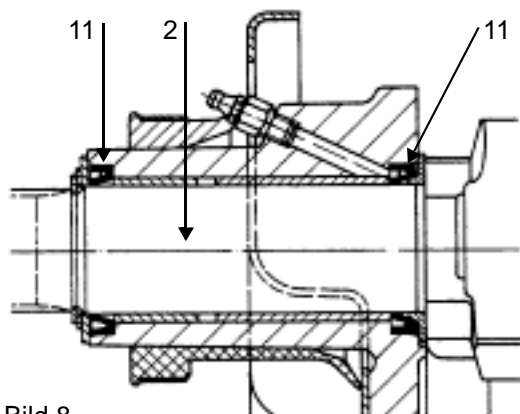

Bild 8
- Nocken der Bremswelle (2) auf Verschleiß untersuchen.
- Bremswelle (2) auf Leichtgängigkeit überprüfen.
**Achtung:** Bei evtl. Austausch der Simmerringe (11) auf richtige Einbaulage achten (Bild 8).
- Rollen (5) auf Verschleiß und Leichtgängigkeit überprüfen.